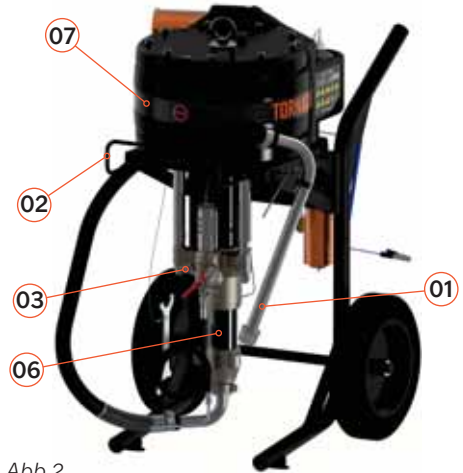

Abb.2
- 01** Ansaugschlauch (Abb. 2)
- 02** Schlauchhalter (Abb. 2)
- 03** Produktauslässe (Abb. 2)
- 06** Hydraulikzylinder (Abb. 2)
- 07** Luftmotor (Abb. 2)
- 08** Transportwagen (Abb. 2)